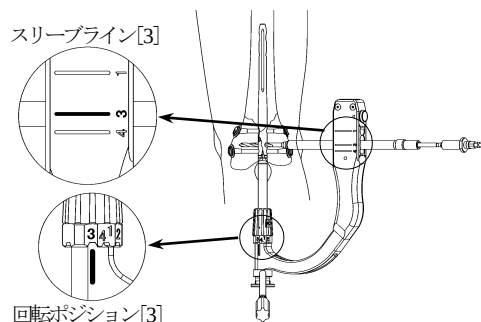

図 28
- 22) ターゲットデバイスの回転ポジションとスリーブラインが [3] に合致していることを確認し、ディスタルスクリュー用ドリルスリーブを組み付けたディスタルスクリュー用スリーブを装着し、ドリルアダプタを装着したフルスレッドスクリー用ドリルにてイメージインテンシファイヤー (X 線透視) で確認しながらドリリングします。(図 28)